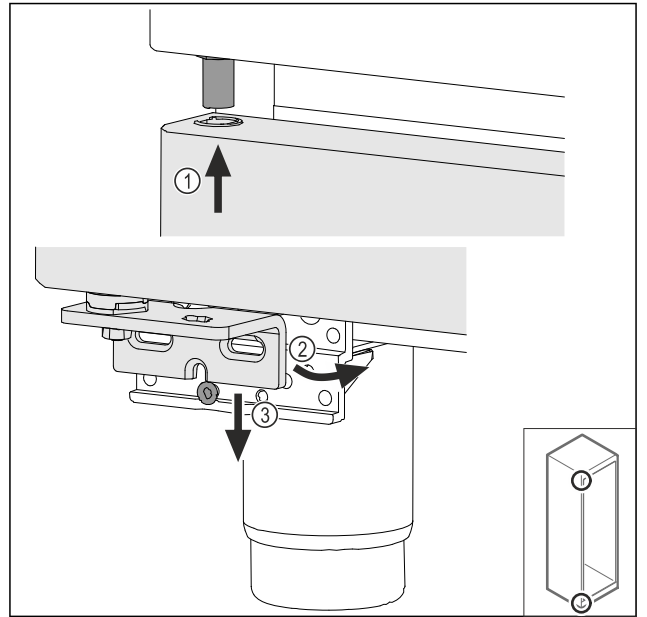

Fig. 49
- ▶ 使门稍微倾斜，并从顶部穿入 Fig. 49 (1)，摆正门 Fig. 49 (2) 并将底部安放在托架螺栓 Fig. 49 (3) 上。